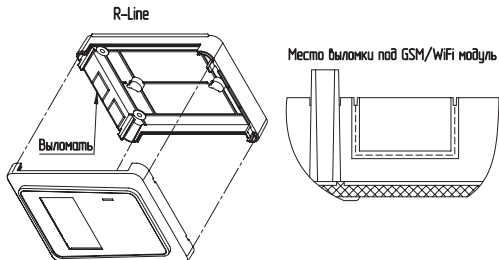

Рис.2 Подключение модуля GSM/WiFi к платам управления котлов R-Line
4. Выломать соответствующую заглушку (см.Рис.2) на нижней части контроллера;
5. Установить SIM-карту (Рис.2, поз.4) в модуль GSM/WiFi до упора, как показано на Рис.2 и на наклейке модуля GSM/WiFi;
6. Подключить плату управления модуля GSM/WiFi (Рис.2, поз.2) к контроллеру R-Line при помощи кабеля (Рис.2, поз.5) к разъёму X3 контроллера как показано на Рис.2;
7. Подключить антенну (Рис.2, поз.3) в соответствующий разъём (Рис.2, поз.7);
8. Установить модуль GSM/WiFi (Рис.2, поз.2) на контроллер в соответствии с Рис.2, зафиксировав его крепежами (Рис.2, поз.6);